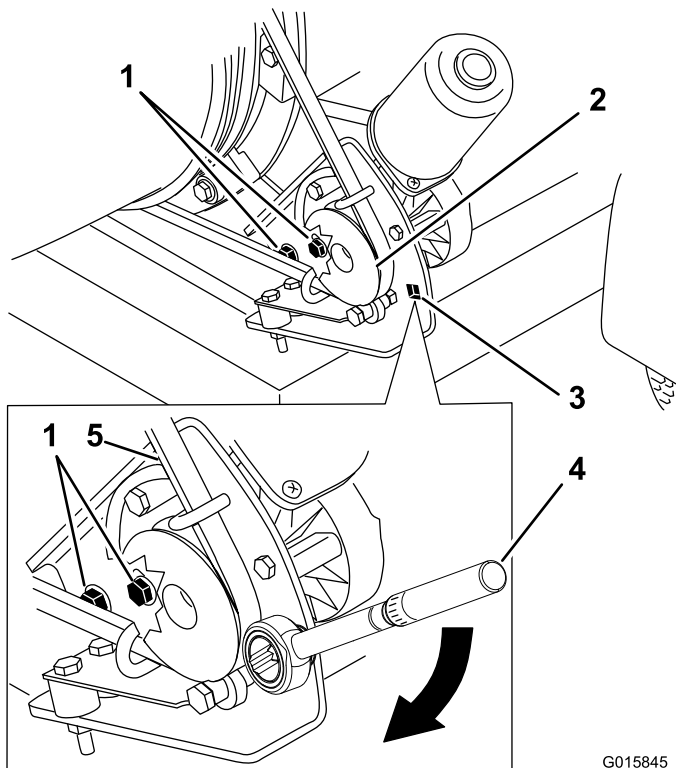

Bild 32
1. Lockern Sie die Schrauben, mit denen die Befestigungshalterung der Riemenscheibe am Bläserahmen befestigt ist (Bild 32).
2. Platzieren Sie einen Drehmomentschlüssel in der Riemenscheibenbefestigungshalterung (Bild 32).
3. Drehen Sie die Befestigungshalterung der Riemenscheibe vom Blasrohr weg, bis der Drehmomentschlüssel 22,6–26,0 Nm anzeigt (Bild 32).